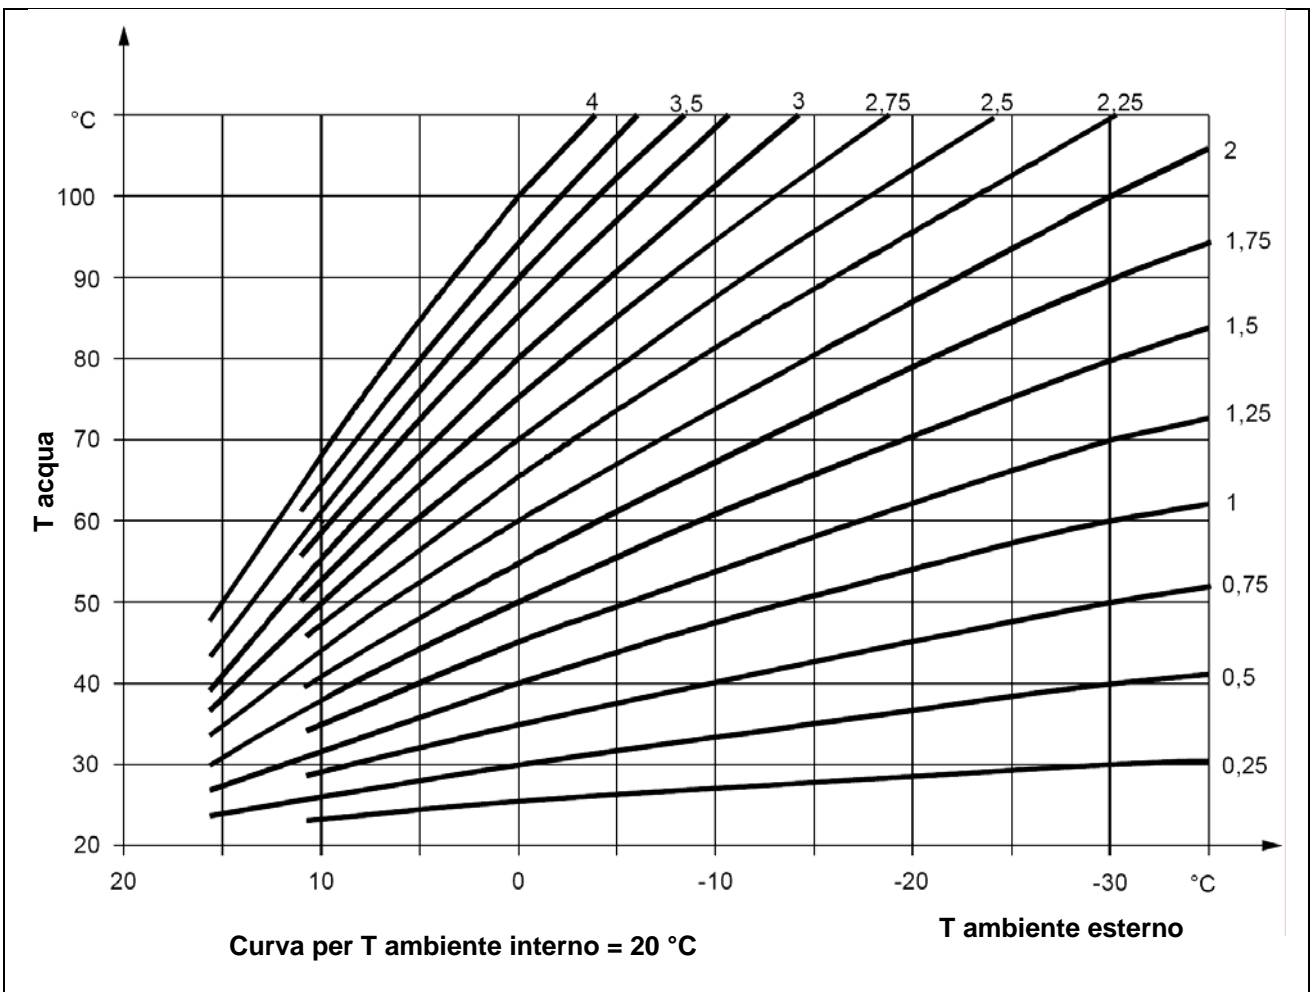

Figura 22 –GRAFICO DELLE “CURVE DI RISCALDAMENTO”
Per quanto riguarda il riscaldamento, la famiglia di curve climatiche è indicata in Figura 22 e la scelta della curva da utilizzare si effettua specificando il valore di un parametro che indica la pendenza della curva. La curva che viene così definita è riferita ad una temperatura di setpoint ambiente interno di 20 °C; se la temperatura di setpoint è diversa, il sistema adegua automaticamente la curva utilizzata.
- Utilizzando il grafico di Figura 22, scegliere la curva che soddisfa il requisito del punto precedente; per l'esempio al punto precedente, si veda la Figura 23.